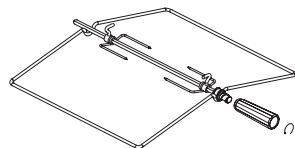
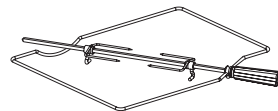

рис. 10
рис. 11
Внимание! Во избежании перегрева и разрушения стеклокерамического стола используйте посуду с ровным дном и размером соответствующим диаметру зоны нагрева. Запрещается использовать посуду с изогнутым дном и диаметром посуды меньше диаметра зоны нагрева. Запрещается устанавливать посуду со смещением относительно зоны нагрева. (рис.10).
- Плиты комплектуются вертелом со съемной рукояткой (рис.10). В зависимости от комфортности, плиты могут комплектоваться вертелами другого исполнения (рис.11). При установке и извлечении использовать рукоятку, которая накручивается на резьбовую втулку.